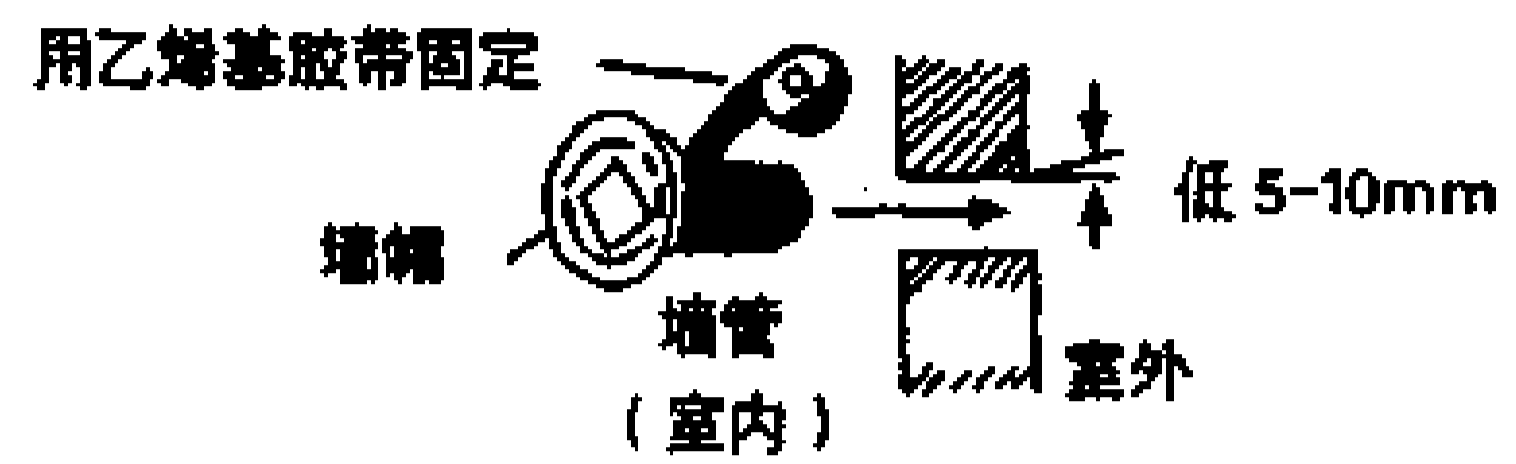

图 14-2-6
- 5) 钻出的管孔应与墙厚相称，以便附件中的墙帽能穿过。用乙烯基胶带将墙帽与管一起固定后穿过墙孔，如图 14-2-6 所示。